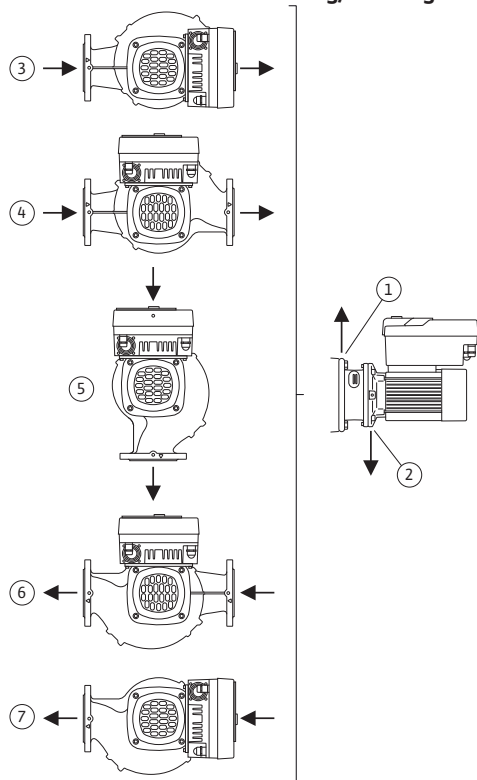

Fig. 17: Tilladte installationspositioner med vandret akse
- Ved vandret motorakse er det nødvendigt, at kondensathullet vender nedad (Fig. 17, pos. 2). Det kan være nødvendigt at dreje motoren.